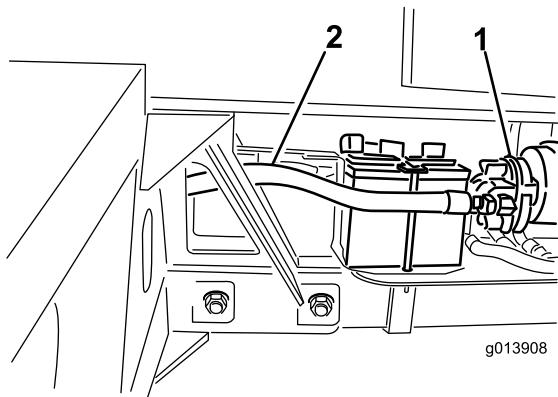

Figure 12
37. Raccordez le flexible hydraulique n° 4 au côté aspiration de la pompe hydraulique (Figure 12).